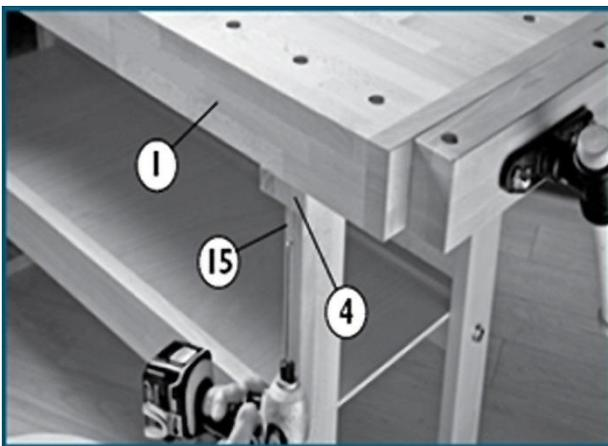

Abbildung 5
5. Setzen Sie die Hobelbank-Arbeitsplatte (1) auf den Tischbeinen auf. Befestigen Sie die Platte mit den vier 5x50 mm Holzschrauben (15) an den Plattenträgern (4) (Abbildung 5).